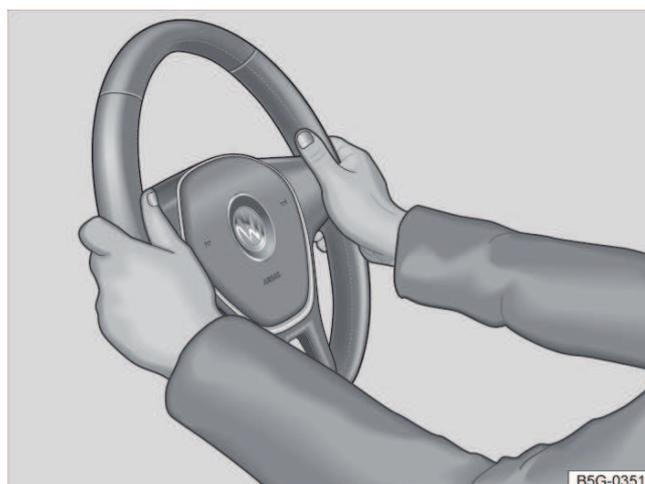

Fig. 65 No volante: posição 9 e 3 horas.
- Ajustar a posição do volante de forma que possa segurá-lo lateralmente pela borda externa *na posição de 9h e 3h* → Fig. 65 com ambas as mãos e os braços ligeiramente dobrados.
- Durante a condução, sempre segurar o volante com ambas as mãos lateralmente na borda externa *na posição de 9h e 3h* → Fig. 65, para reduzir ferimentos causados por um acionamento do airbag frontal do condutor.